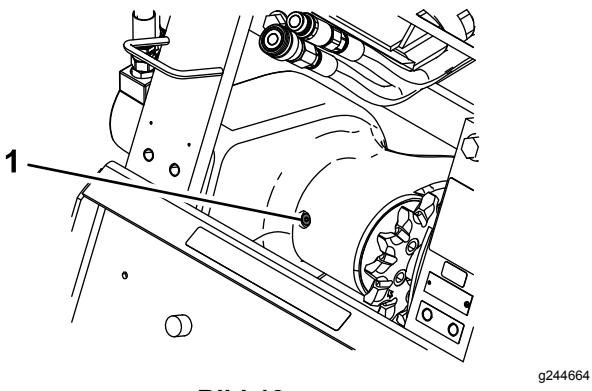

Bild 13
4. Reinigen Sie den Bereich rund um den Einfüllstutzen-Schraubverschluss am Lagergehäuse (**Bild 13**).
5. Entfernen Sie den Schraubverschluss vom Einfüllstutzen (**Bild 13**).
3. Reinigen Sie den Bereich rund um den Einfüllstutzen-Schraubverschluss am Lagergehäuse (**Bild 13**).
4. Entfernen Sie den Schraubverschluss vom Einfüllstutzen (**Bild 13**).